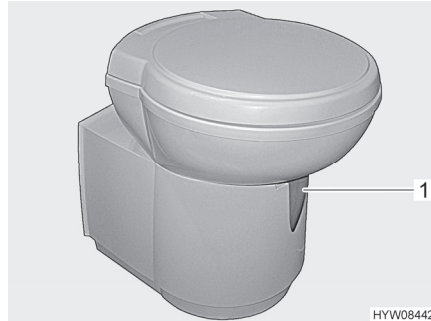

Bild 82 Thetford-Toilettenschüssel (schwenkbar)
- Vor dem Spülen den Schieber der Thetford-Toilette öffnen. Dazu den Schieberhebel (Bild 82,1) entgegen dem Uhrzeigersinn schieben.